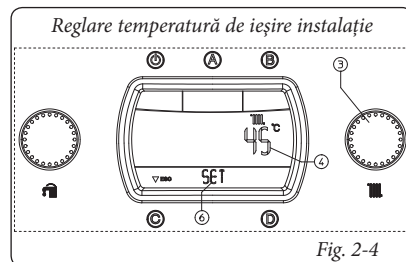

Fig. 2-4
- **Iarna (11):** în acest mod centrala funcționează fie pentru încălzirea apei calde sanitare fie pentru încălzirea mediului ambient. Temperatura apei calde sanitare se reglează cu ajutorul selectorului (1), temperatura de încălzire se reglează prin intermediul selectorului (3) cu vizualizarea temperaturii respective pe display (24) prin intermediul indicatorului (4) și apare indicația "SET" (Fig. 2-4). Rotiți selectorul (3) în sens orar pentru a mări temperatura și în sens antiorar pentru a micșora temperatura.